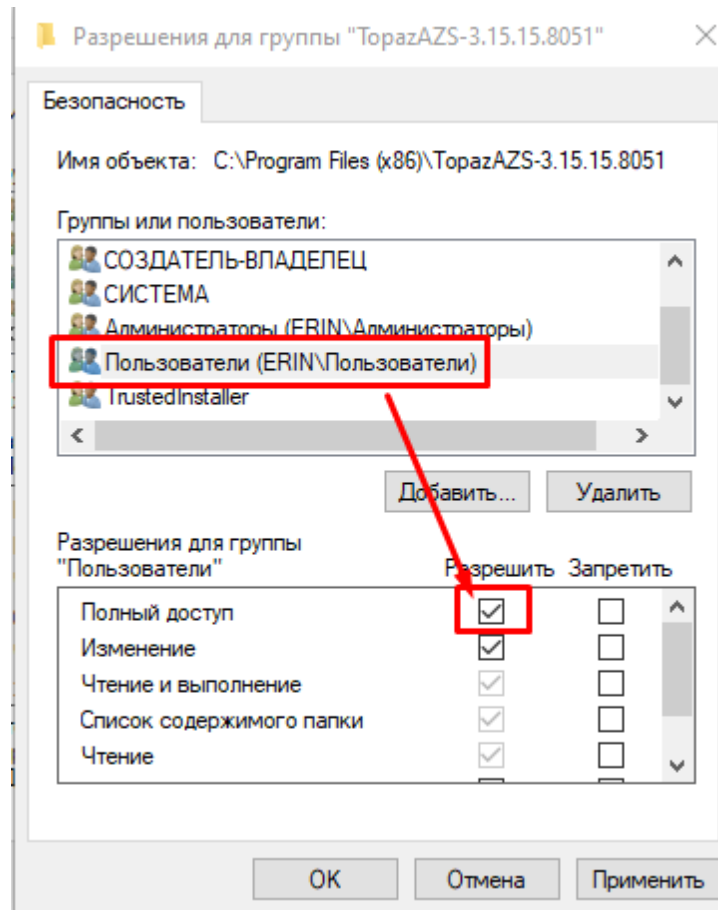

Рисунок 4.
4. В верхней части окна установите курсор на строку "Пользователи" и поставьте галочку "Полный доступ" в столбце "Разрешить" (рисунок 4);